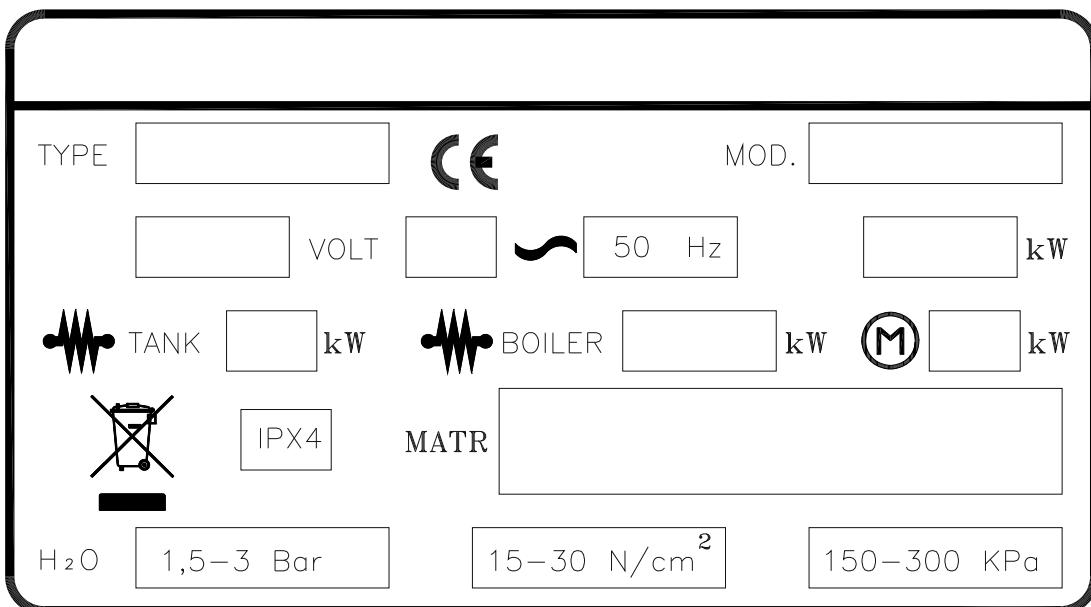

Fig. 1-1
- La targhetta caratteristiche (Fig. 1-1) si trova sul fianco dx della macchina. Essa contiene tutti i dati necessari per l'installazione.
- The specifications tag (Fig. 1-1) is placed on the right-hand panel of the machine. It contains all the necessary data to install the appliance.
- Das Maschinenschild (Fig. 1-1) befindet sich an der rechten Seite des Gerätes. Es enthält alle für die Aufstellung notwendigen Daten.
- La plaquette (Fig. 1-1) comportant les caractéristiques de l'appareil est placée sur le côté droit. Elle indique toutes les données nécessaires à la mise en place de la machine.
- La placa de características (Fig. 1-1) está ubicada en el flanco derecho de la máquina. Contiene todos los datos necesarios para la instalación.